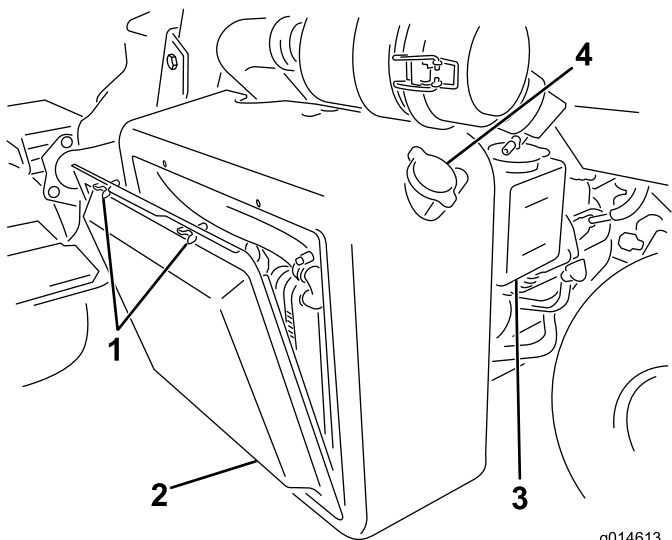
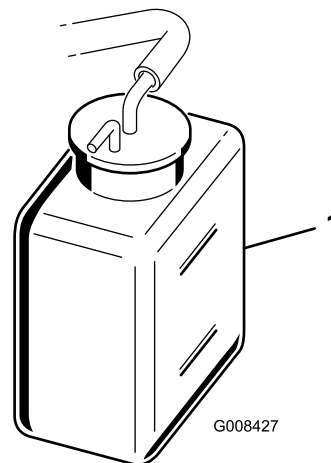

Figure 49
Figure 50
1. Retirez l'écran du radiateur (Figure 49).
2. Contrôlez le niveau de liquide de refroidissement (Figure 49 et Figure 50).